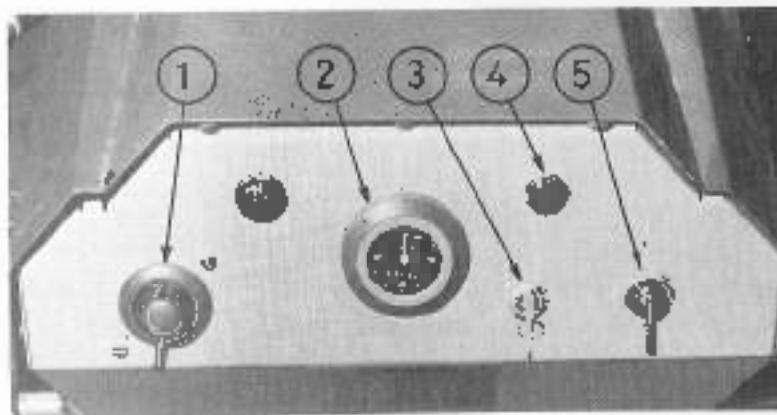

Fig. 8
Figs. 8 y 9.— Instrumentos y mandos
## Reloj cuentahoras (2, Fig. 8)
## Testigo óptico de la presión del aceite del motor (4, Fig. 8)
#### Comutador de alumbrado (1, Fig. 8)
#### Interruptor de puesta en marcha (3, Fig. 8)
**Commutador indicadores cambio de dirección (6, Fig. 8)**